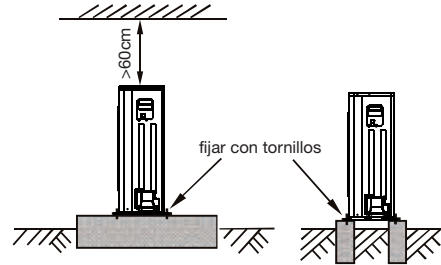

Fig. 6-6
- Elaborar una base de concreto de acuerdo a las especificaciones de las unidades exteriores. (Ver Fig. 6-6)
- Ajustar firmemente el pie de esta unidad con tornillos para evitar que la misma colapse en caso de terremotos o fuertes vientos. (Ver Fig. 6-6)